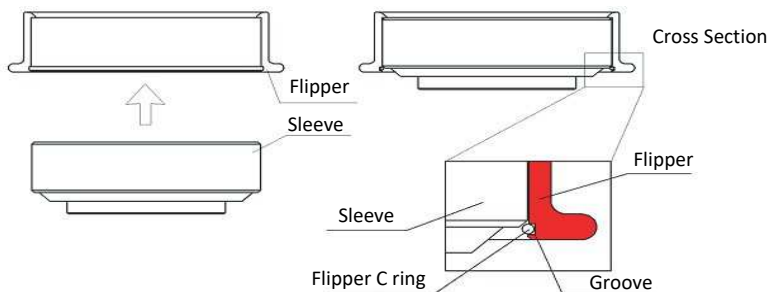

Figure 2
4. 続いて図1のようにソケット下部から②フリップパーC リングを挿入し、①フリップパー本体の内径にある「溝」に②フリップパーC リングを挿入します。(図2参照) マイナスドライバー(小)を使用すると便利です。
【図 2】
4. Next, insert the ② flipper C-ring from the bottom of the socket as shown in Figure 1, and insert the ② flipper C-ring into the "groove" on the inside diameter of the ① flipper. (See Figure 2) It is convenient to use a flathead screwdriver (small) for the work.